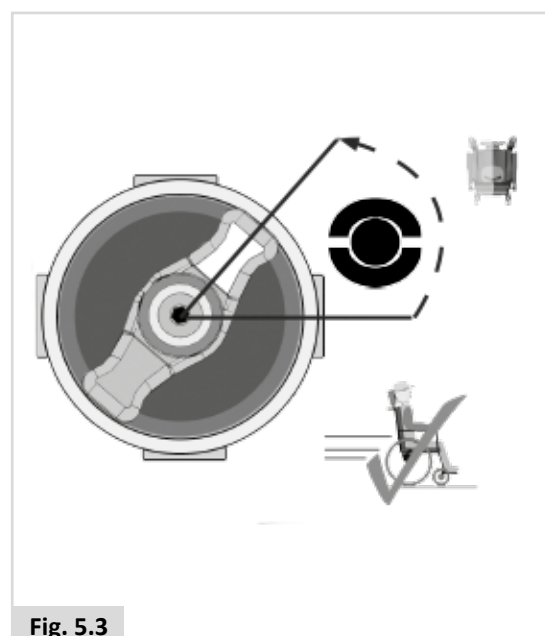

Fig. 5.3
1. Om met de rolstoel te rijden. (Fig. 5.3).